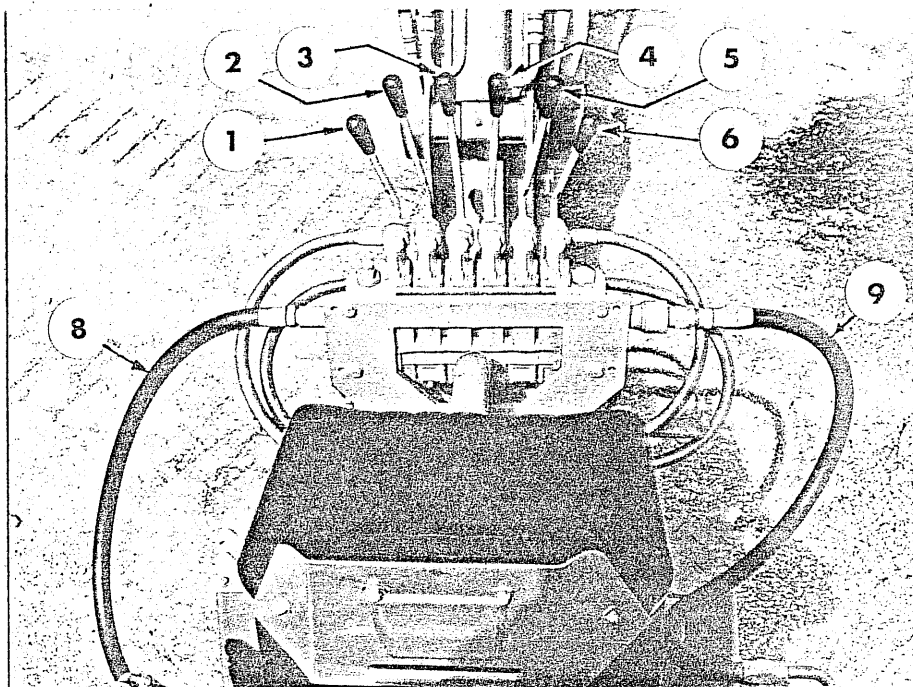

Fig. 19
- 3) Spegner il motore ed eseguire il collegamento idraulico del R.E., distaccando l'attacco rapido (8 fig. 5) e collegando il tubo (9 fig. 5 e 19) al R.E. come rappresentato in fig. 19. Il tubo 8 del R.E. va collegato all'attacco rapido lasciato libero sulla macchina base.
15.3- DESCRIZIONE DEI COMANDI (fig. 19)